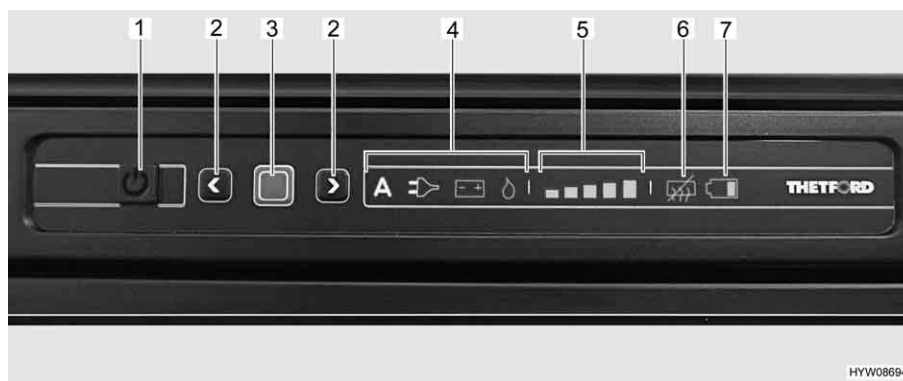

Fig. 139 Frigorifero Thetford N3000 con quadro comandi a LED
- Premere il tasto On/Off (Fig. 139,1) per 1 secondo. Il tasto si illumina di verde. Dopo circa 10 secondi, l'indicatore viene attenuato per risparmiare energia.
- Premere il tasto di conferma (Fig. 139,3). Viene visualizzata l'ultima modalità di funzionamento selezionata.
- Premere il tasto di conferma (Fig. 139,3) per circa 2 secondi. I simboli della modalità di funzionamento lampeggiano.
- Selezione manuale dell'energia: Selezionare le fonti di energia desiderate con i tasti freccia (Fig. 139,2).
- Sistema automatico di selezione di energia (solo per modelli con selezione automatica dell'energia): Selezionare la modalità di funzionamento "A" con i tasti freccia (Fig. 139,2).
- Confermare la scelta con il tasto di conferma (Fig. 139,3).
- Premere nuovamente il tasto di conferma (Fig. 139,3). L'indicatore del livello di refrigerazione (Fig. 139,5) lampeggia.
- Per modificare l'impostazione, premere i tasti freccia (Fig. 139,2) fino a visualizzare l'impostazione desiderata.
- Premere il tasto On/Off (Fig. 139,1) per circa 2 secondi. Tutte le spie si spengono. Il frigorifero è spento.
Dopo l'accensione il frigorifero seleziona automaticamente la regolazione del termostato selezionata per ultima. Questa impostazione può essere modificata manualmente con i tasti freccia (Fig. 139,2). Ci vogliono alcune ore prima che il frigorifero raggiunga la temperatura normale di esercizio. Quando si commuta a un'altra modalità di funzionamento, la regolazione sul termostato viene mantenuta.